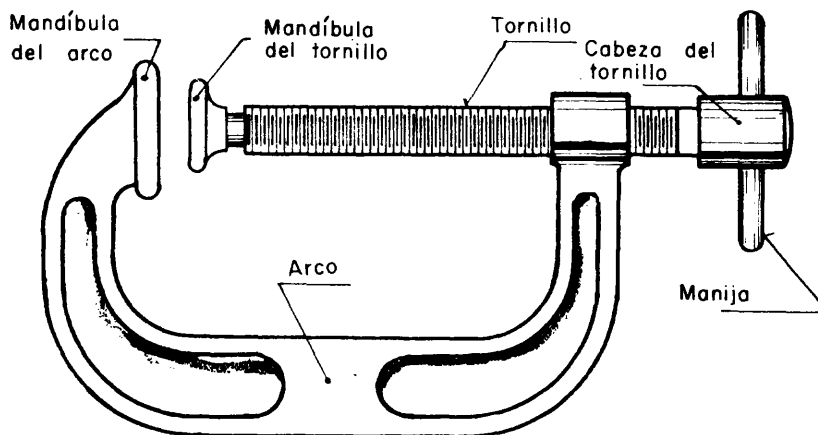

Fig. 4
*Tipos y características de las morsas* - las morsas en "C" y en "U" se caracterizan por tener un tornillo de apriete manual y sirven de elemento auxiliar para sujetar las piezas (figs. 4 y 5).